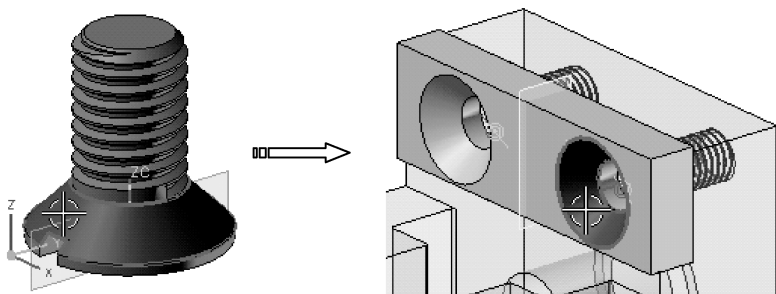

图 7-91 选择适合约束对象
- 10 以【通过约束】的定位方式打开【装配约束】对话框，以【适合】约束类型选择螺钉斜面和钳口板孔的斜面作为适合约束对象，如图 7-91 所示。